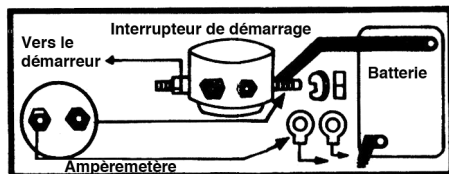

Figure 2
1. Placez l'indicateur de l'ampèremètre (n° 2) à l'endroit désiré et acheminez les fils depuis l'ampèremètre, au travers du tablier du véhicule et jusqu'au commutateur du démarreur magnétique tel qu'indiqué à la figure 2.